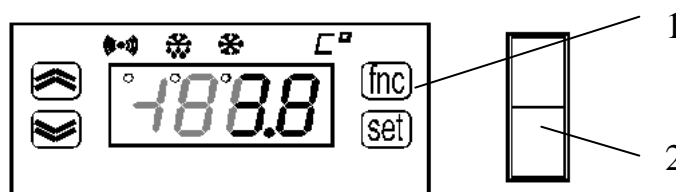

Рис.2. Панель управления
7.3. Панель управления представлена на рис.2.